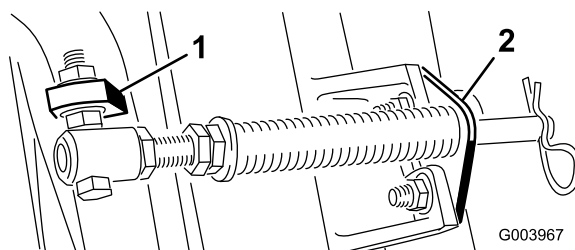

Figura 6
D. Montate la staffa dell'asta sulle alette degli elementi di taglio usando i bulloni a testa tonda e i dadi (Figura 6).
C. Montate la vite a testa cilindrica del tubo della molla sull'aletta opposta, sul telaio portante, e fissatela con il dado flangiato. La testa cilindrica della vite deve essere posta sul lato esterno dell'aletta, come illustrato nella Figura 6.